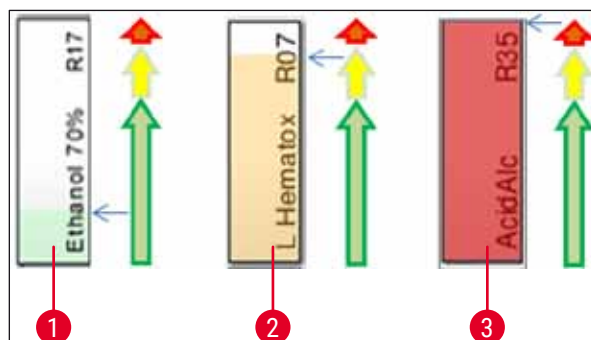

Fig. 69
- Un colore dello sfondo (→ "Fig. 69")
- Il colore dello sfondo mostra lo stato di consumo del reagente (→ "Fig. 69"). Una volta consumato il reagente, la barra dei colori sale dalla parte bassa a quella alta e cambia colore in base allo stato di consumo.